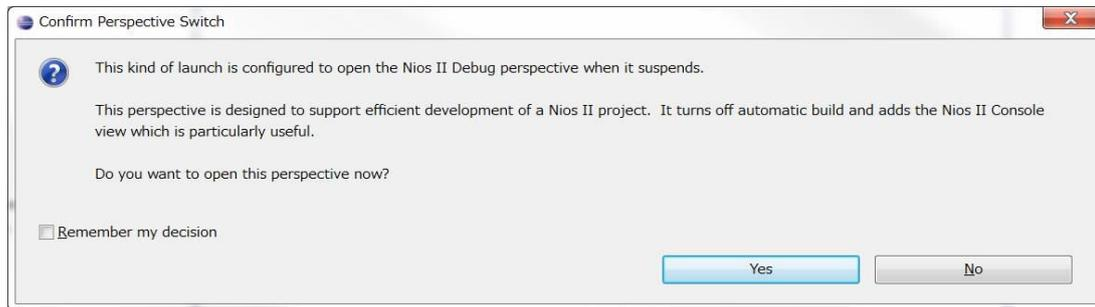

図 1.3.16 Confirm Perspective Switch 画面
- RefreshConnections をクリックし KEIm SoM と接続できていることを確認してください。System ID checks の 2 か所、Download の "Reset the selected target system" にチェックを入れます。TargetConnection 確認画面を図 1.3.16 に示します。